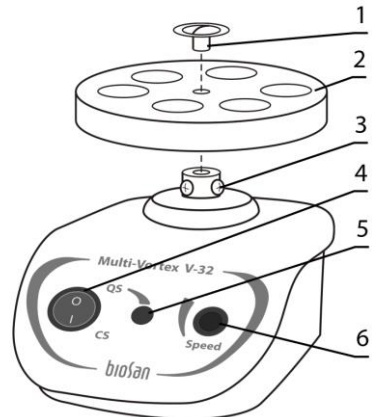

Abbildung 2. V-32, Vorderansicht
- Mit einem flachen Schraubendreher die schwarze Schraube in der Mitte der Plattform (Abb. 2/1) herausschrauben und zusammen mit der Unterlegscheibe entfernen.
- Lösen Sie mit einem Kreuzschlitzschraubendreher zwei Befestigungsschrauben (Abb. 2/3) am Rotor unter der Plattform.
- Entfernen und ersetzen Sie die Plattform (Abb. 2/2), fixieren Sie die Plattform in umgekehrter Reihenfolge.
- 5.2.4.1 Stellen Sie den Schalter **QS/CS** (Abb. 2/4) auf Position **CS**.
- 5.2.4.2 Stellen Sie die gewünschte Geschwindigkeit durch Drehen des **Speed**-Knopfes (Abb. 2/6) ein.
- 5.2.5.1 Stellen Sie den Schalter **QS/CS** (Abb. 2/4) auf Position **QS**.
- 5.2.5.2 Stellen Sie die gewünschte Geschwindigkeit durch Drehen des **Speed**-Knopfes (Abb. 2/6) ein.
- 5.2.5.3 Positionieren Sie das Röhrrchen auf dem Vortexkopf, drücken und halten Sie die Knöpfe **QS** (Abb. 2/2) zum Vortexen. Der Rotor stoppt, wenn der Knopf losgelassen wird.